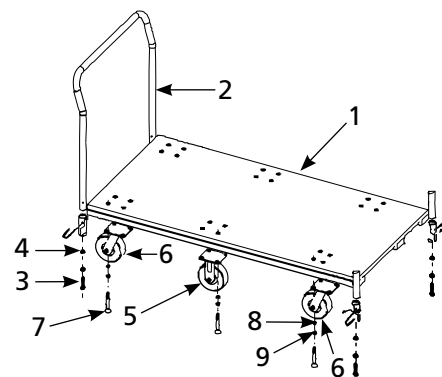

Figure 1 – Illustration des pièces détachées pour les chariots à plate-forme industriels
1. Fixer les roulettes à la partie inférieure de la plate-forme en plastique en utilisant les boulons, les rondelles et les rondelles de blocage incluses et en consultant la Figure 1 comme référence. Ne pas trop serrer.